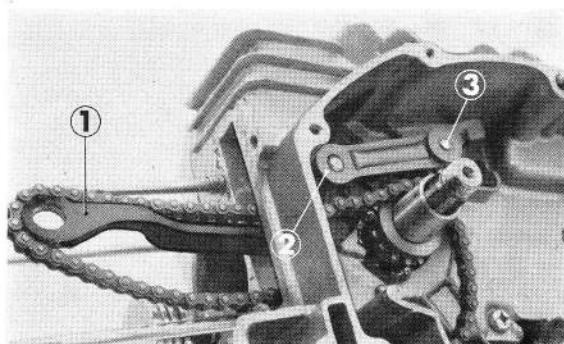

Figure 2-43 : ① rampe d'huile ② rivet à tête
3. Le bras du tendeur peut être déposé en limant la tête du rivet (figure 2-43).